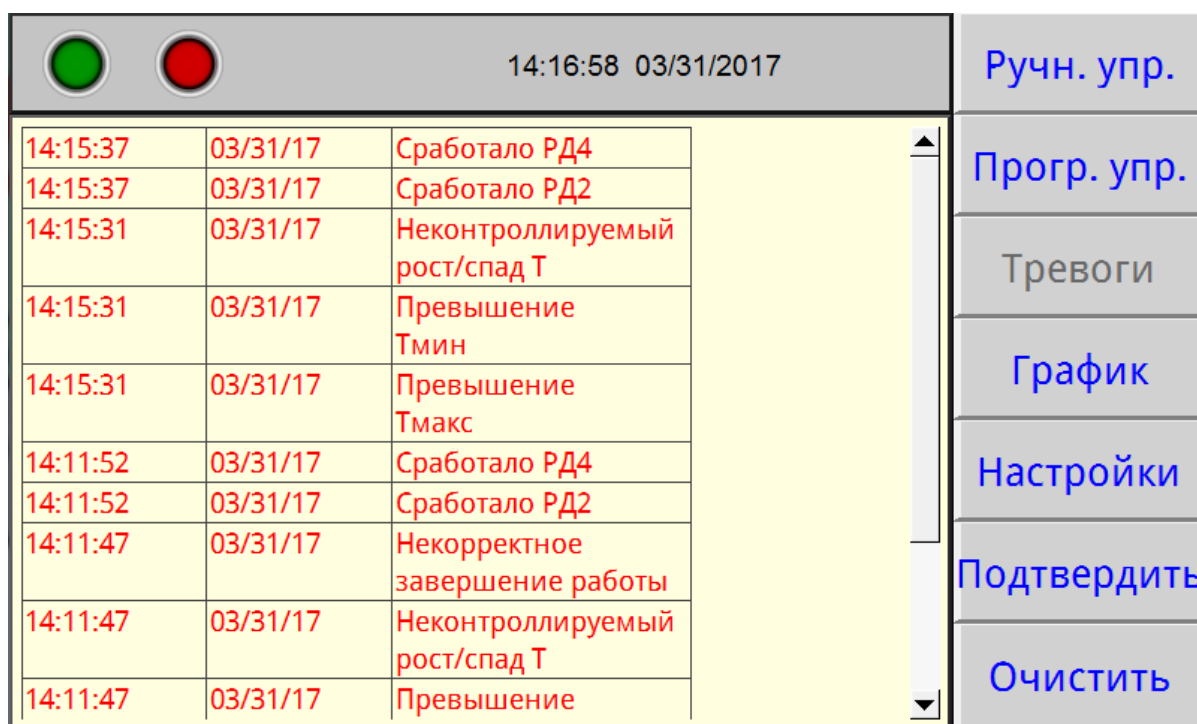

Рисунок 10
8.12 При нажатии на поле «Тревоги» будет отображен экран рисунок 10. При этом звуковой сигнал выключается.